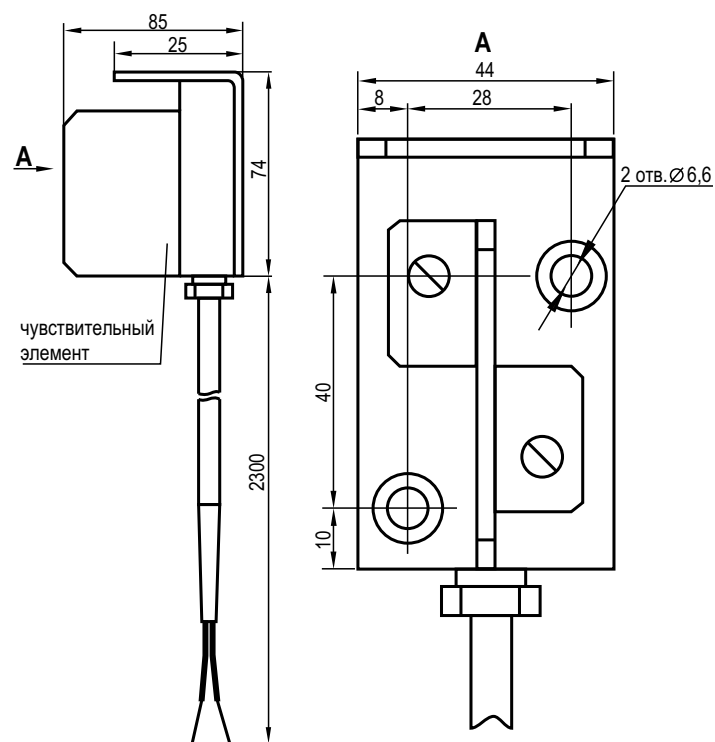

Рисунок 4 – Датчик уровня С43
1. Преобразователь вторичный СУ300И (рисунок 4) – 1 шт.